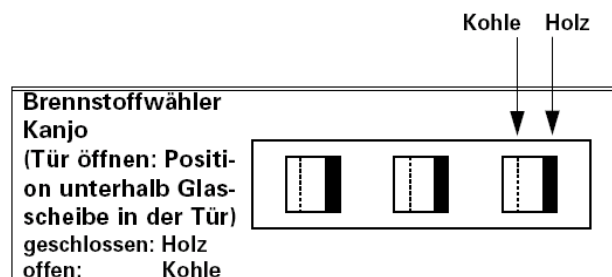

Abb. 11: Brennstoffwähler KK 15
Achtung: Für den Betrieb mit Holz den Brennstoffwähler (Abb. 11) immer auf "Stellung Holz" lassen, da sonst Überhitzungsgefahr besteht und der Ofen beschädigt wird.
Den Brennstoffwähler für das Heizen mit Braunkohlenbriketts ganz öffnen ("Stellung Kohle" Abb. 11). Den Aschekasten regelmäßig leeren.
- Die Einstellungen Brennstoffwähler entsprechend (Abb. 11 Seite 13) vornehmen.